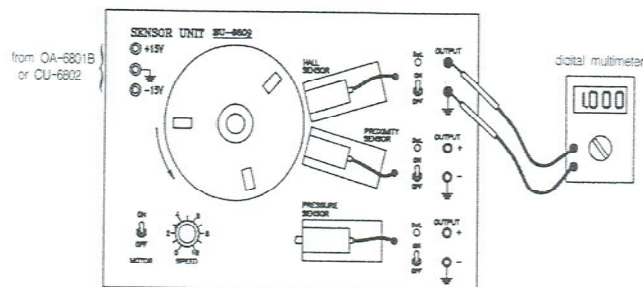

Fig. 7-7. Schéma de connexion.
1. Lorsque l'OU-6801 est sous tension et que l'alimentation est hors tension, connectez l'équipement comme indiqué à la Figure 7-7. Gardez tous les interrupteurs, l'interrupteur du moteur et les trois interrupteurs du capteur en position OFF.
3. Réglez la vitesse du moteur sur minimum (0) et activez uniquement le commutateur d'alimentation du capteur à effet Hall.